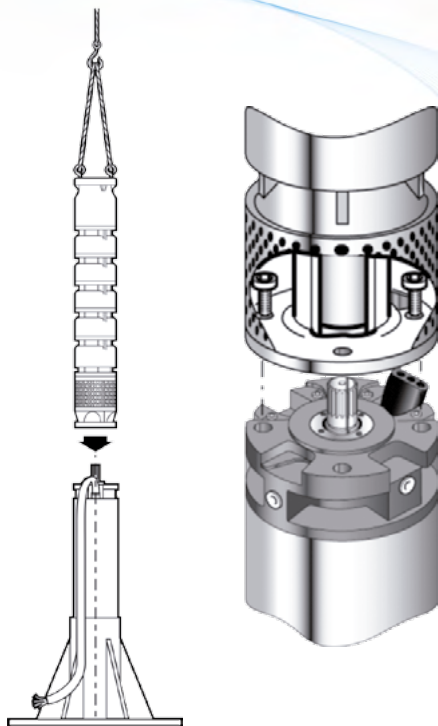

Figura 4: Acoplamento da motobomba.
- Use equipamentos adequados (guindaste móvel, guincho, etc.), para elevar a bomba e quando esta estiver perfeitamente na vertical sobre o motor, abaixe-a lentamente tomando cuidado para que o eixo do motor entre livremente no acoplamento da bomba (figura 4). Proteja suas mãos durante esta operação.